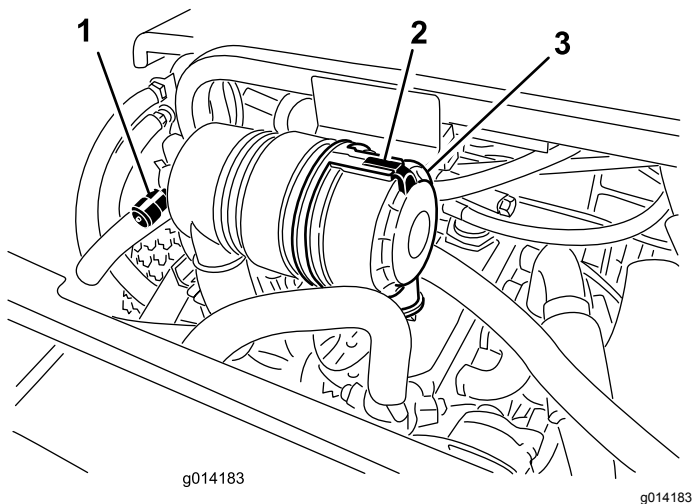

Figure 30
migration de la graisse à travers les bagues de pivot inférieure et supérieure. Vous devez voir de la graisse ressortir en haut et en bas du moulage de pont/de la bague des 4 pivots de fusée (Figure 30).
Faites l'entretien du filtre à air uniquement quand l'indicateur de colmatage (Figure 30) indique que cela est nécessaire. Ne remplacez pas le filtre à air plus fréquemment que nécessaire ; cela ne fait qu'accroître le risque de contamination du moteur par des impuretés quand le filtre est déposé.
1. Desserrez le verrou qui maintient le couvercle sur le boîtier du filtre à air (Figure 30).